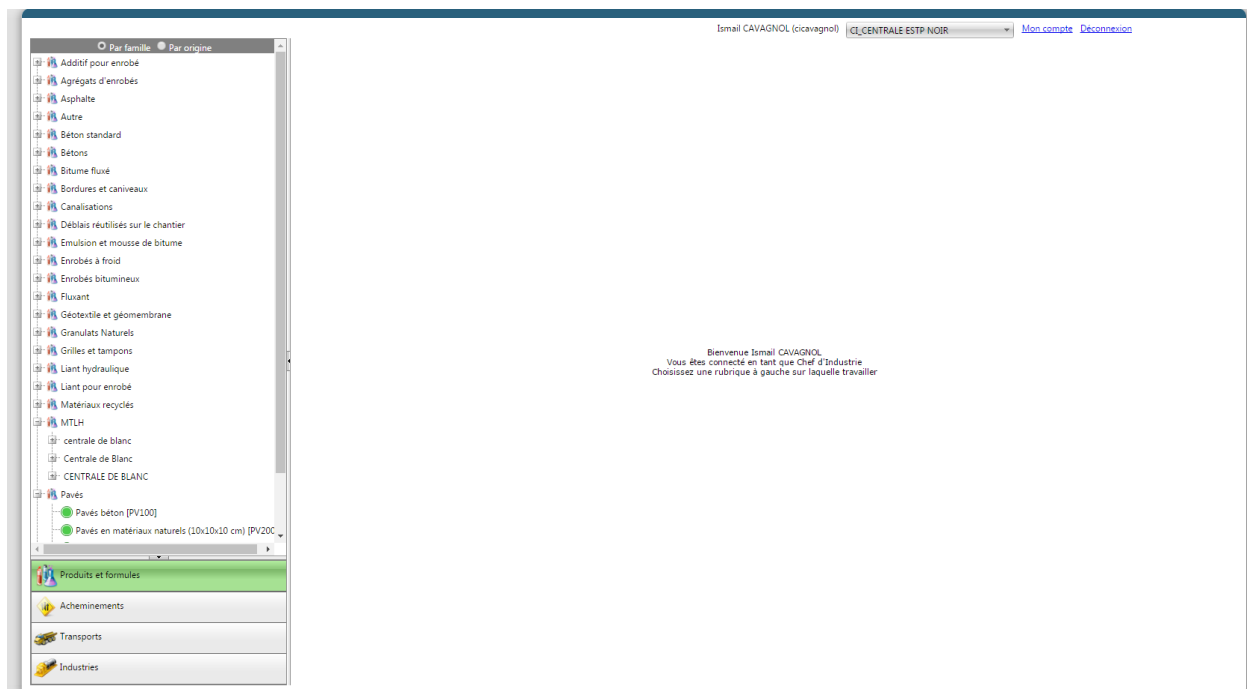

Figure 75 – Page d'accueil du profil CI
Une fois reçu le mail d'accession, le Chef d'industrie (CI) peut choisir son mot de passe et se connecter en rentrant le login que l'ACEU lui a attribué. Il est donc le chef d'une industrie d'une EU. En arrivant sur la page d'accueil, il lui est proposé 4 onglets sur la gauche de l'écran (Figure 75).